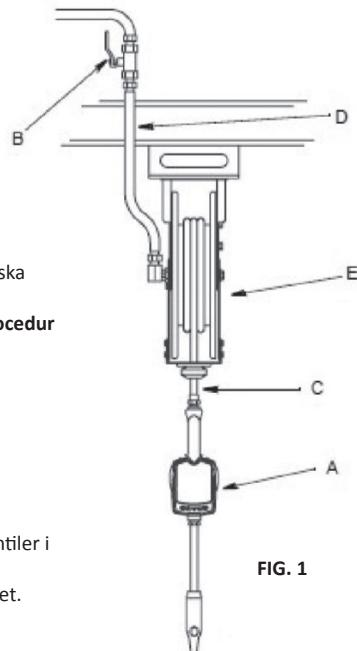

FIG. 1
FIG. 1 visar en normal installation av slangrulle.
1. Stäng vätskeavstängningsventilen (B, FIG. 1) i varje doseringsläge.
5. Öppna sakta avstängningsventilen (B, FIG. 1) i doseringsläget. Spola ut tillräckligt med olja för att säkerställa att hela systemet är rent. Stäng ventilen.
- Öppna alla avstångsventiler i doseringsläget (B, FIG. 1) och starta pumpen för att trycksätta systemet. Se Drift, för korrekt användning av mätaren. För att säkerställa att du doserer rätt, blås ut all luft från vätskeledningarna och doseringsventilen innan du använder den.